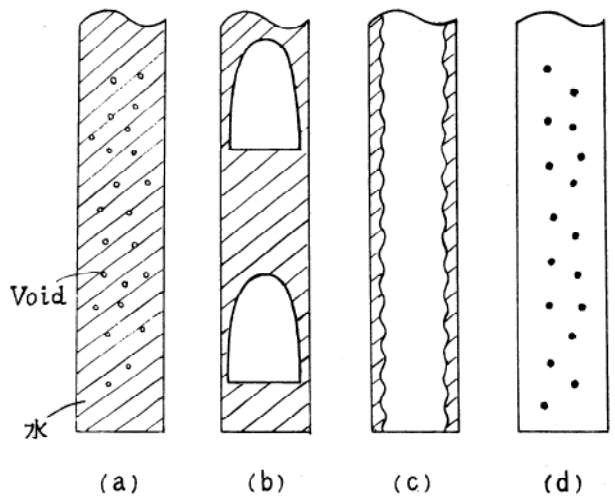

図 7
筆者がいま在籍している制御工学の分野には相当前から統計的手法を用いて系の動特性をしらべようという傾向がある。泡の発生や移動について少ししらべると泡の振舞いには多分に統計的なところがあるのに気付く。それゆえ、泡の性質についての研究には統計的手法が役立つだろうとは誰しも容易に気付くところであって、筆者らも現在これにとりくんでいるが、いざやってみると最初思ったように簡単にはゆかない。ボイラー内での沸騰現象などにおけるボイドの様子は加熱に応じて (1) Bubble 流 (2) Slug 流 (3) Annular 流 (4) Mist の4種にわけられているが、(図7参照) このうちの Slug 流などでは泡の寸法、泡の間隔あるいはその速度などが一点で測定されたボイド比の時間的変化  $f(t)$  を用いて求めることができる。すなわち、自己相関々数を